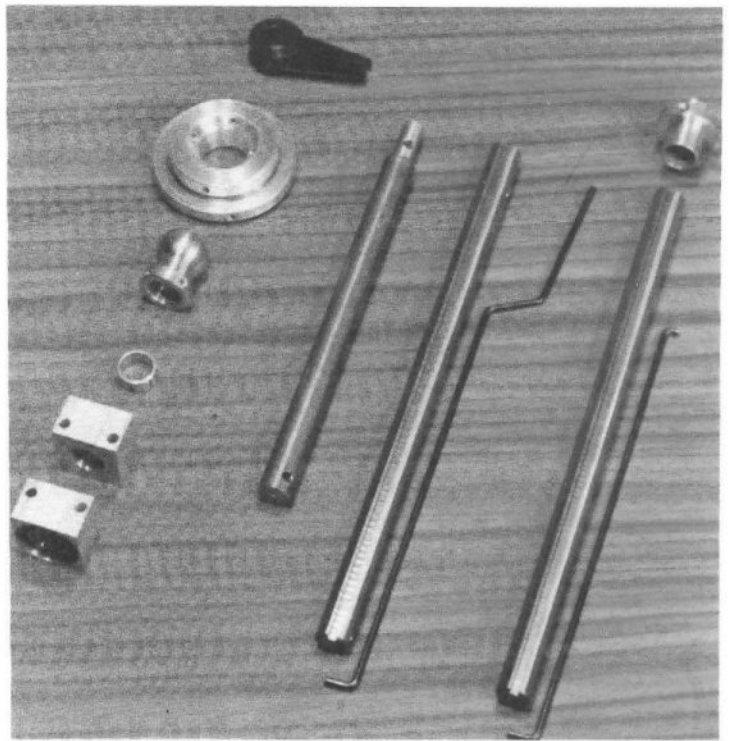

Bild Nr. 3
1. Mitnehmer (444) mit dem breiten Bund nach unten. (Geht absichtlich etwas schwer).
3. Taumelscheibenkugel (452). Kugel nach oben.
4. Distanzring (475).
5. Lagerbock (152) mit Kugellager (456) nach oben.
6. Lagerbock (152) mit Kugellager nach unten.
- Siehe Bild Nr. 3